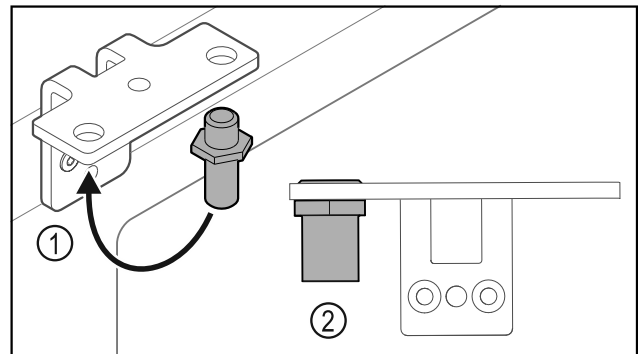

Fig. 37
- ▶ Перемістити палець Fig. 37 (1) у шарнірному кутику.
- ▶ Затягнути палець Fig. 37 (2) з **обертальним моментом 12 Нм**.